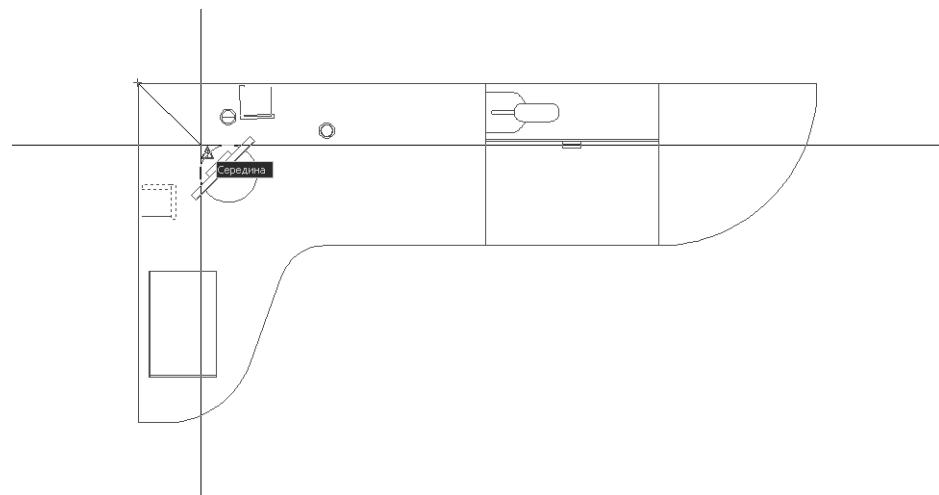

Рис. 6.42 ▼ Создание боковой и задней стенок правой стойки с помощью инструмента **Зеркальное отражение** (Mirror)
- Используя в качестве оси симметрии точки, находящиеся в левом верхнем углу контура столешницы и посередине меньшей дуги контура подставки дисплея (рис. 6.42), создайте зеркальные копии задней и боковой стенок левой стойки. Тем самым будут получены задняя и боковая стенки правой стойки.